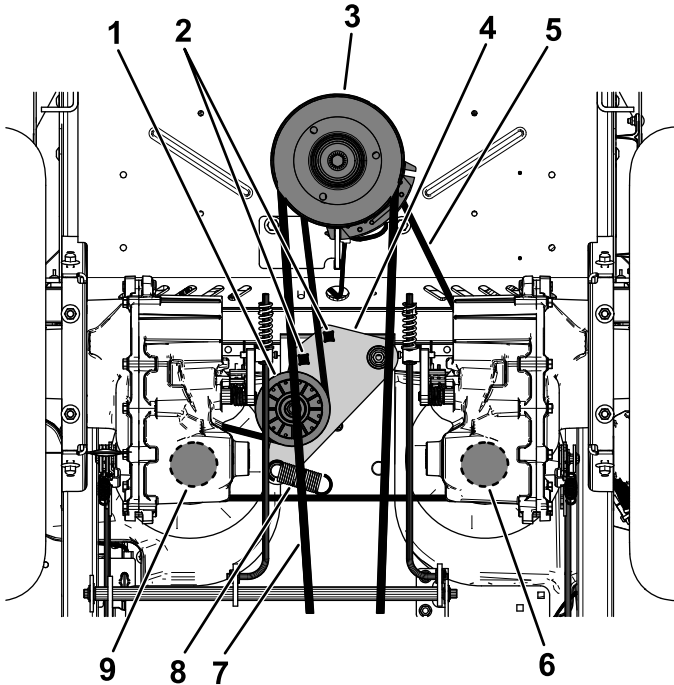

Bild 62
5. Verwenden Sie eine $\frac{1}{2}$ "-Ratschen oder -Breachstange in einem der quadratischen Löcher im Spannrollenarm, um die Spannung der Spannrollenfeder (**Bild 62**) zu lösen.
6. Ziehen Sie den vorhandenen Riemen von der Umlenkrolle, den beiden Riemenscheiben für den Hydraulikpumpenantrieb und der Motorriemenscheibe (**Bild 62**).
7. Ziehen Sie den neuen Riemen um die Motorriemenscheibe und um die beiden Riemenscheiben der Hydraulikpumpe (**Bild 62**).